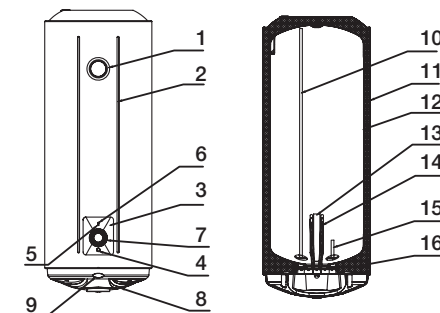

Рис. 1
1. Водонагреватели этой серии оснащены одним электрическим нагревательным элементом и могут работать в режиме полной или половинной мощности соответственно 1500 Вт или 750 Вт (водонагреватели емкостью 150 л в режиме мощности 2400 Вт или 1200 Вт). После подключения к источнику питания начнется нагрев в режиме 750 Вт (1200 Вт). Когда горит индикатор «Full power», значит включен режим полной мощности. Режим мощности регулируется нажатием кнопки «P» (рис. 1, п.4), одновременно будет гореть лампочка нагрева (рис. 1, п.5) и индикатор полной мощности (рис. 1, п.6).
2. Режим половинной мощности выполняет нагрев в режиме энергосбережения; функция быстрого нагрева осуществляется в режиме полной мощности. С помощью ручки регулятора нагрева (рис. 1, п.7) установите требуемый уровень нагрева воды в диапазоне от min до max. Степень нагрева воды будет отображаться на шкале термометра (рис. 1, п.1). Режим «ECO» – экономичный режим, на шкале нагрева соответствует температуре 50-55 °С. Нагрев воды отключается автоматически и включается для подогрева автоматически.